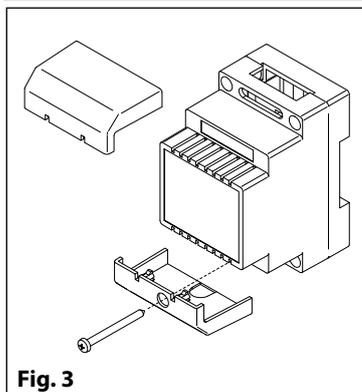

Fig. 3
1. Enlever les couvercles de couverture des bornes en desserrant les vis correspondantes et en les tirant vers le haut (Fig. 3) ;